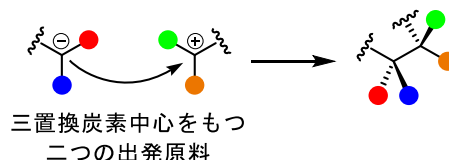

図4 三置換炭素中心どうしの立体選択的な結合形成反応
2. 三置換炭素中心どうしの立体選択的な結合形成反応 (図4)